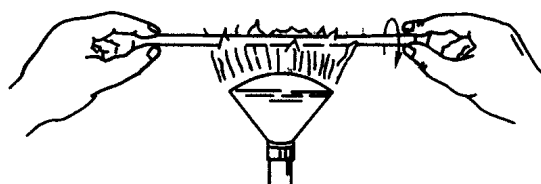
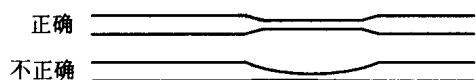

图 1-9 前后转动玻璃管，使四周受热均匀
图 1-10 拉细后的玻璃管
(3) 滴管的拉制：选取粗细、长度均适当的干净玻璃管，两手持玻璃管的两端，将中间部位放入喷灯火焰中加热，并不断地朝一个方向慢慢转动，使之受热均匀（图 1-9）。当玻璃管烧至发黄变软时，立即离开火焰，沿水平方向慢慢地向两端拉开，待其粗细程度符合要求时停止拉伸。拉出的细管子应和原来的玻璃管在同一轴上，不能歪斜，否则重新拉制（图 1-10）。待冷却后，从拉细部分的中间切断，即得两支滴管。然后每支在粗的一端用喷灯烧软，在石棉网上垂直下压，使端头直径稍微变大，装上橡皮乳头即可使用。